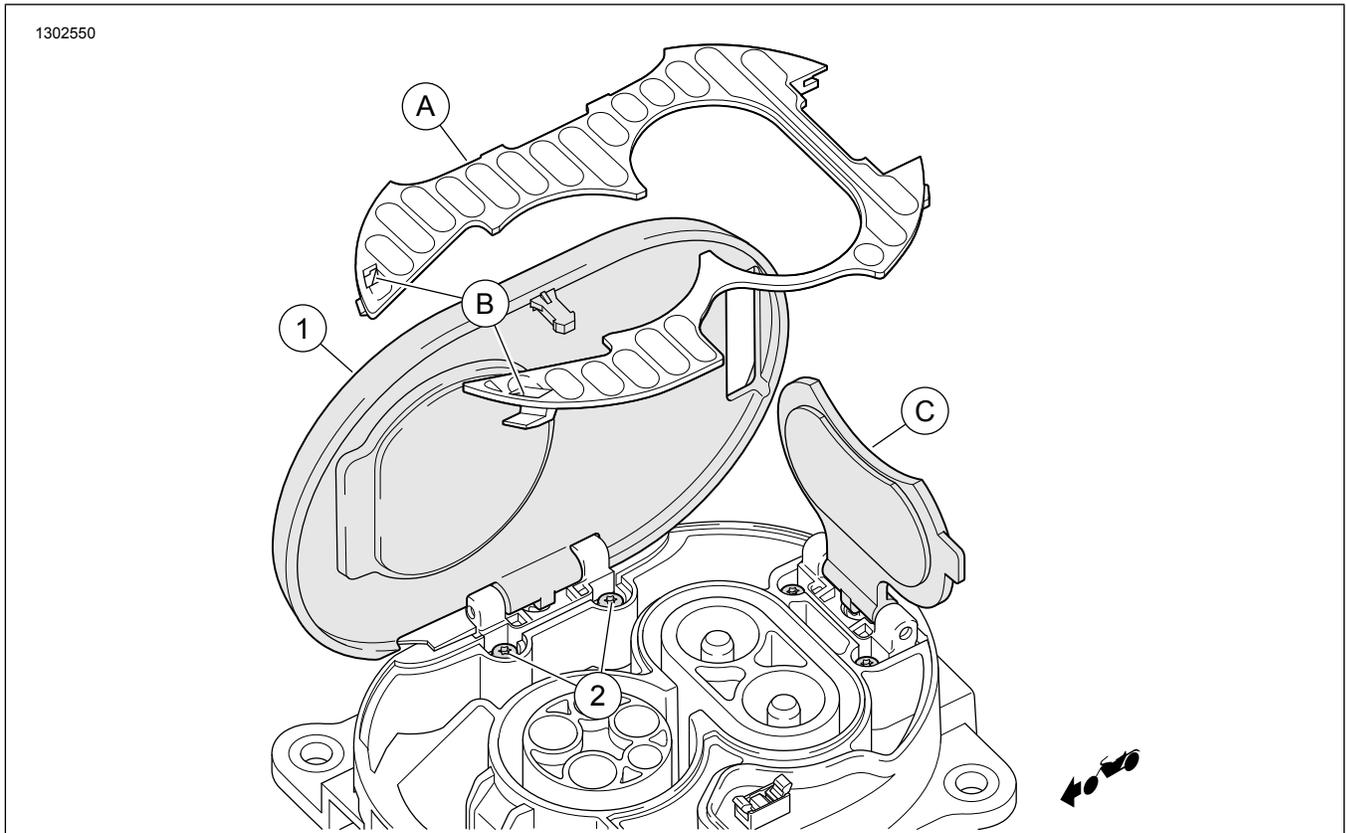

Figure 1. Contenu du kit : Porte de charge
1. Voir Figure 1 . Ouvrir Équipement d'origine (Équipement d'origine) l'assemblage de la porte AC (1).
2. Retirer la plaque frontale (1).
- a. Ouvrir l'assemblage de porte DC (C).
- b. Insérez délicatement un petit tournevis à tête plate dans les fentes (B) pour libérer les agrafes.
3. Déposer les vis de montage (2).
4. Retirez l'assemblage de la porte AC (1).
1. Voir Figure 1 . Installez un **nouvel** assemblage de la porte AC (1).
2. Renforcez avec de **nouvelles** vis (2) de montage contenues dans le kit. Serrer.